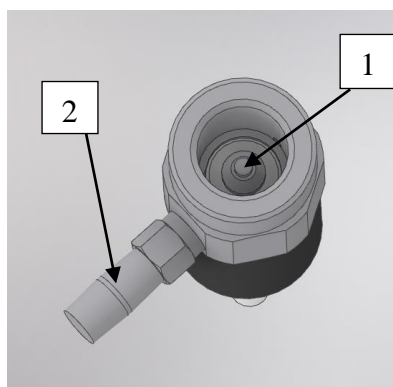

Abb.47: Schneiddüsenhalter
5. Schneiddüse (Abb.47/1) entfernen. Diese sitzt lose in einer Bohrung auf der Mischkammer. Danach Schneiddüsenhalter gründlich reinigen.
6. Mischkammer überprüfen. Diese kann gelöst werden indem man die seitliche Abrasivzuführung (Abb.47/2) mit einem 8mm Maulschlüssel löst.